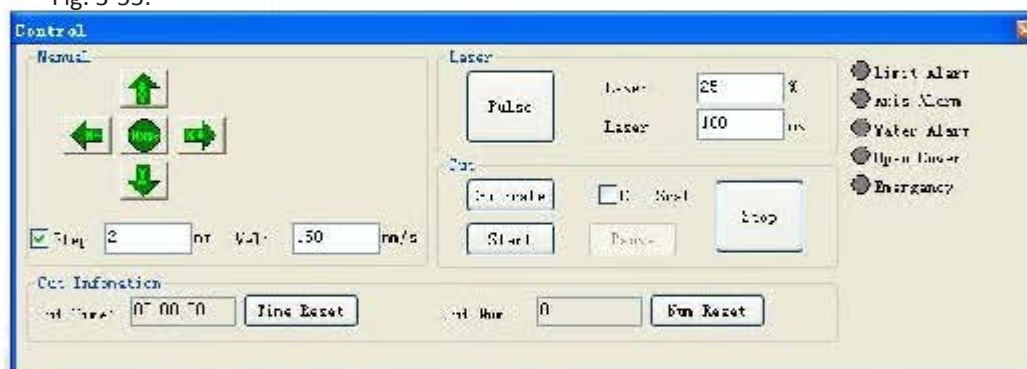

Fig. 3-55
- 4) Selecione "Etapa" para inserir o primeiro valor de referência 2 na caixa de texto, como na Fig. 3-55: